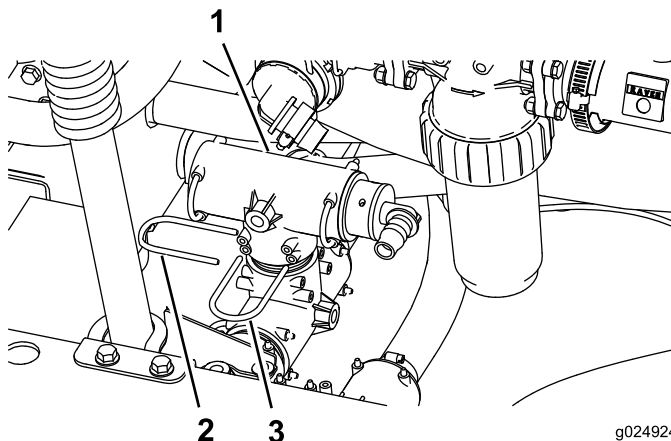

Figura 25
2. Instale o conjunto do T na montagem do T no lado inferior esquerdo da traseira da máquina (Figura 25).